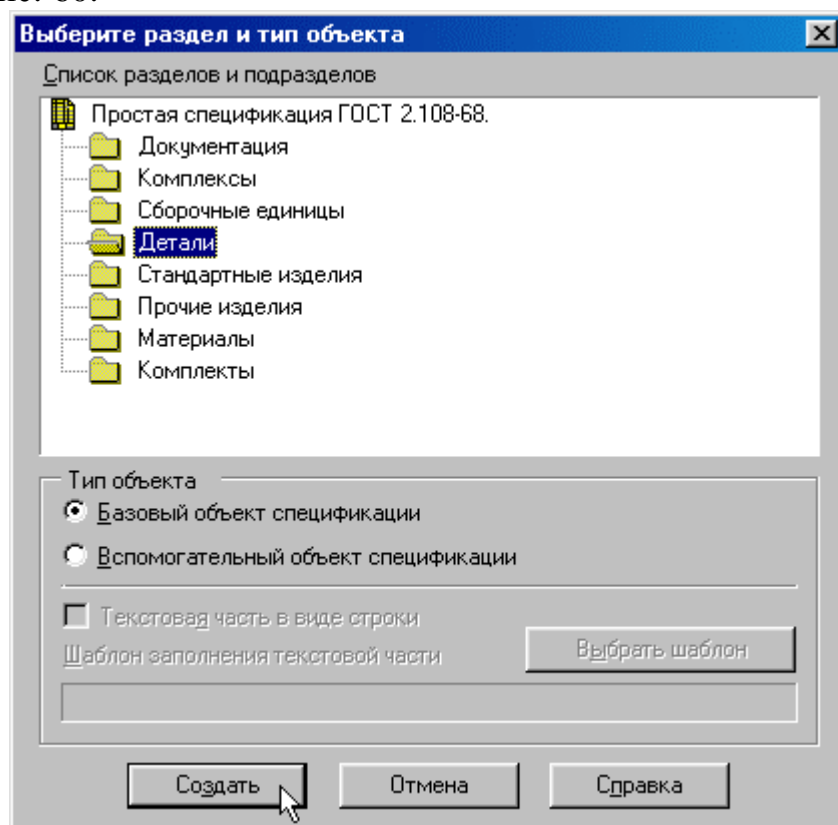

Рис. 60
- 2) Выполните команду **Спецификация – Добавить объект** (или из контекстного меню). В диалоговом окне **Выберите раздел и тип объекта** щелкните на разделе **Детали** и нажмите кнопку **Создать**, рис. 60.